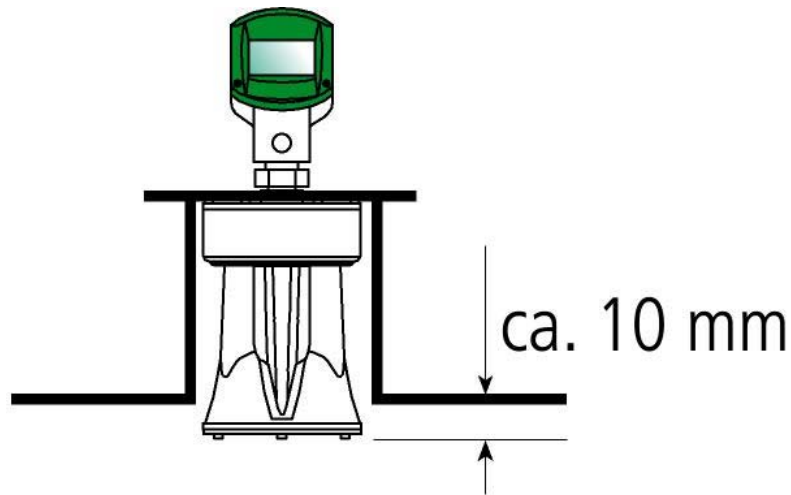

Figure 9 Emplacement de l'antenne
- ⊙ Assurez-vous que le base du scanner (antennes) dépasse d'au moins 10 mm (0,4 pouces) de l'orifice de montage, comme illustré à la *Figure 9* l'antenne